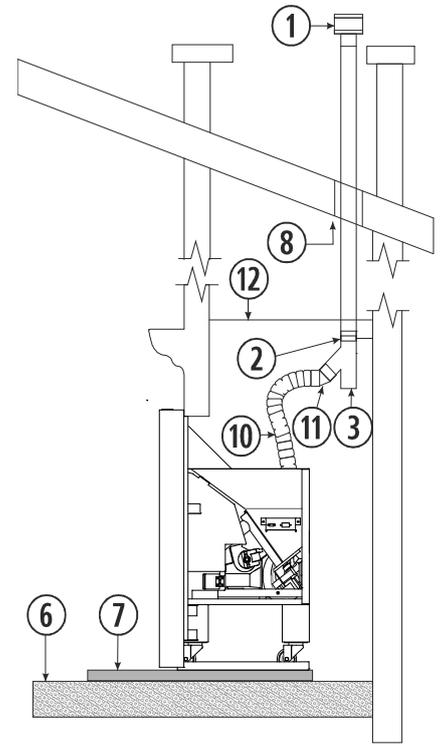

Figura 8
4.43. En el caso de los encastrables Eco II y Kerala (*figura 8*) no será necesario instalar una "Te" y un codo de 45 ya que el tubo sale en vertical y el propio colector de los encastrables van provistos de registros de limpieza. Aunque siempre es recomendable incluir la "Te" en la instalación, como se indica en la *figura 8*.
①	Sombrerete antiviento.
②	Abrazadera de sujeción de acero inoxidable.
③	Te de 135° con registro.
⑥	Suelo de madera.
⑦	Protector del suelo no combustible.
⑧	Separación de 80 milímetros.
⑩	Tubo flexible acero inoxidable.
⑪	Manguito adaptador rígido-flexible.
⑫	Tapa metálica.